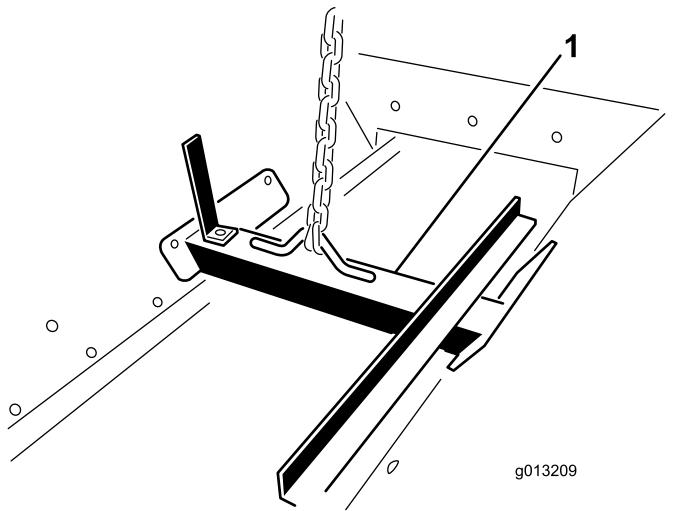

Figura 16
- Ligue um dispositivo de elevação ao suporte de elevação aparafusado no interior do conjunto da tremonha (Figura 16).